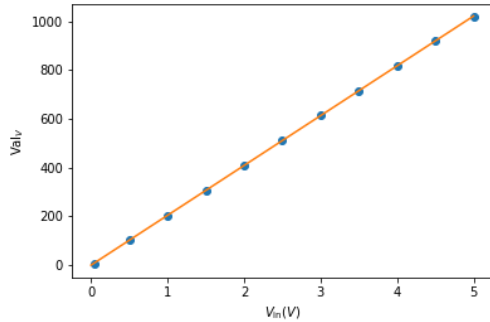

Figura 5: Val_V in funzione di V_{in}
Nel grafico di Figura 5 sono riportati i punti sperimentali e la retta $y = mx + q$ che meglio li interpola, di coefficiente angolare $m = (205.0 \pm 0.1) \text{ V}^{-1}$ e intercetta $q = -2.0 \pm 0.3$; li si confronta con i valori previsti $m^{(atteso)} = 1023/5.0 \text{ V} = 204.6 \text{ V}^{-1}$ e $q^{(atteso)} = 0$. Il chi quadro è, inoltre, $\chi^2 = 2.4$, che si confronta con il numero di gradi di libertà (9), da cui si ipotizza che le incertezze sul valore di Val_V , supposte di 1 bit, siano sottostimate.